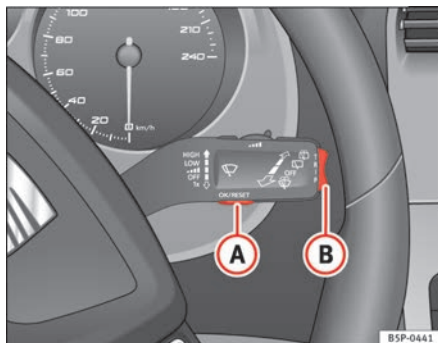
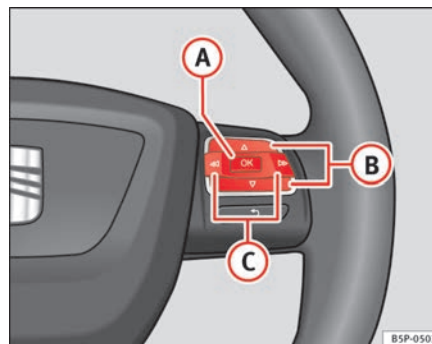

Abb. 42 Scheibenwischerhebel: Taste A zum Bestätigen von Menüpunkten und Wippe B zum Wechseln der Menüs
Abb. 43 Bedienelemente am Lenkrad: Taste A zum Bestätigen der Menüpunkte und Tasten B zum Wechseln der Menüs
- Zum Aufrufen des Menüs „Einstellungen“ drücken Sie die Taste **C** ⇒ Seite 66, Abb. 43, bis die entsprechende Anzeige am Display erfolgt. Nun befinden Sie sich in diesem Menü.
- Zum Umschalten zwischen den Speichern drücken Sie bei eingeschalteter Zündung kurz die Taste **A** ⇒ Seite 66, Abb. 42 ⇒ Seite 66 am Scheibenwischerhebel oder die Taste **OK** am Multifunktionslenkrad ⇒ Seite 66, Abb. 43 ⇒ Seite 66.
In der Multifunktionsanzeige können Sie durch Betätigen der Wippe **B** ⇒ Seite 66, Abb. 42 ⇒ Seite 66 am Scheibenwischerhebel oder durch Drücken der Taste **Δ** bzw. **▽** ⇒ Seite 66, Abb. 43 am Multifunktionslenkrad* die folgenden Daten abfragen.